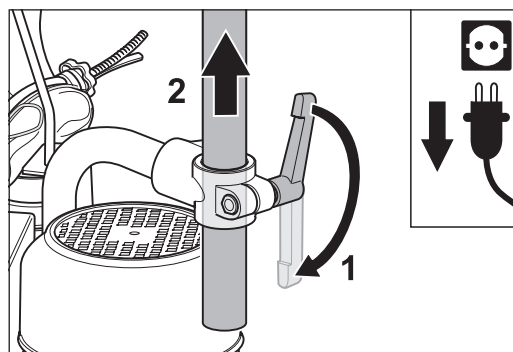

Abb. 18 Den Klemmhebel am Rohrbogen lösen (1) und das Führungsrohr nach oben aus dem Klemmstück ziehen (2).
- 4 Lösen Sie den Klemmhebel am vorderen Ende des Rohrbogens (Abb. 18, 1) und ziehen Sie das Führungsrohr nach oben aus dem Klemmstück (Abb. 18, 2). Legen Sie das Führungsrohr zur Seite.